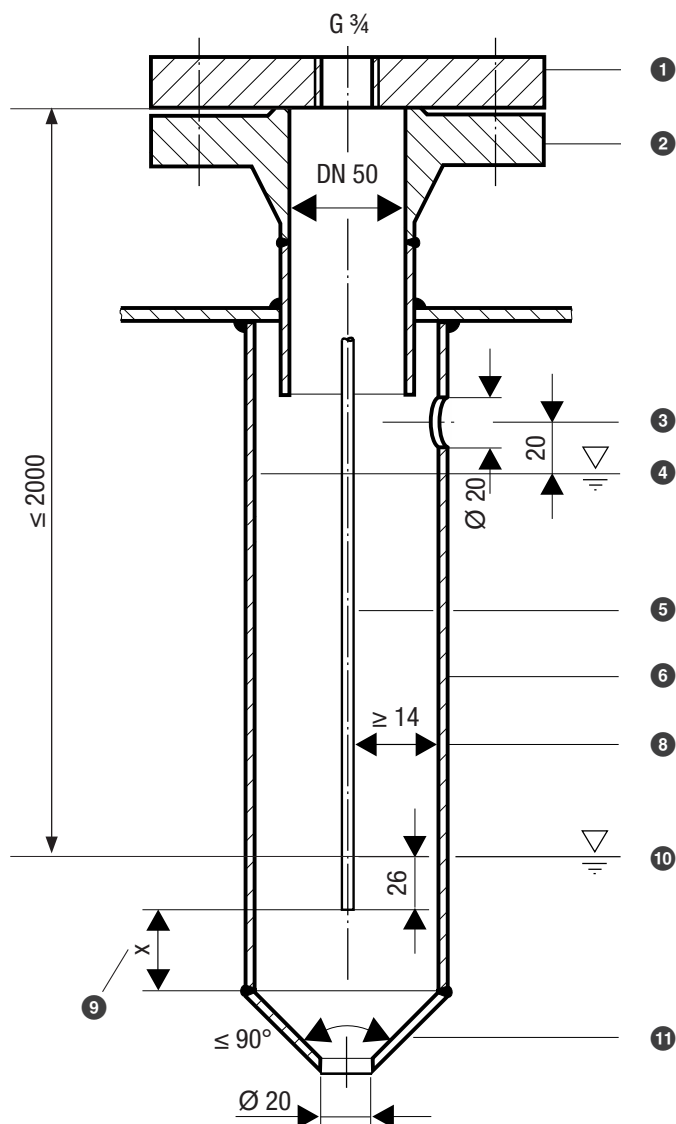

Fig. 9
- Beachten Sie die Mindestabstandsmaße beim Einbau der Niveauelektrode, siehe Einbau-beispiele Fig. 9 bis Fig. 13.
Einbaubeispiel mit Maßvorgaben, siehe Fig. 9, Seite 27
Legende Fig. 9 bis Fig. 12
- ❶ Fig. 9, 10: Flansch (PN 40, DN 50) EN 1092-01 (Einzelelektrode)